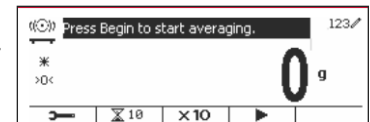

Figure 76
- Appuyez le bouton  jusqu'à ce que l'icône correspondant au pesage dynamique s'affiche dans le coin supérieur gauche de l'écran. (Voir Figure 76)
- Appuyez le bouton multifonction correspondant à l'icône ▶ pour démarrer la fonction des moyennes. Pour annuler la fonction des moyennes, appuyez le bouton correspondant à l'icône ✕. (Voir Figure 76)